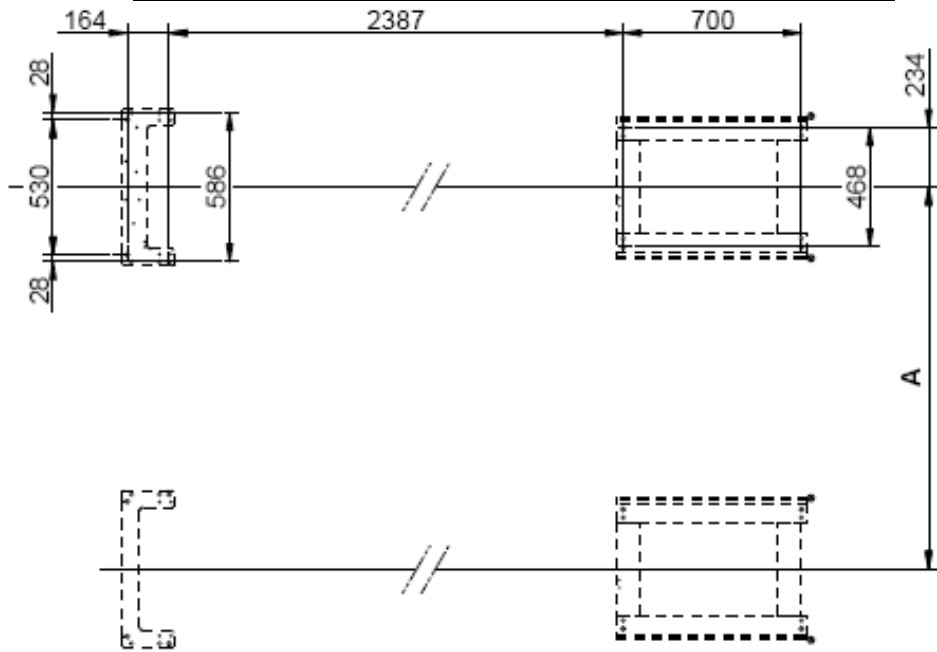

Fig. 22
- Borra hål med en 12 mm borrh och använd baser som mallar. Borra till ett djup av 150 mm (se även bifogat borrdiagram Fig. 22).